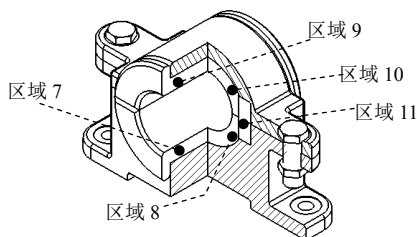
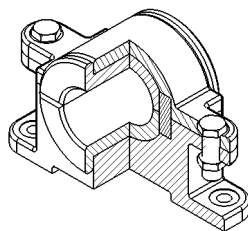

图 4.6.23 添加剖面线（二）
图 4.6.24 添加剖面线（三）
对象,在  文本框中输入剖面线图样比例值为 1,在  文本框中输入角度值为 75.0,结果如图 4.6.23 所示。
(4) 选取图 4.6.23 所示的“区域 7”和“区域 8”为填充对象,在  文本框中输入剖面线图样比例值为 1,在  文本框中输入角度值为 90.0。
(5) 选取图 4.6.23 所示的“区域 9”和“区域 10”为填充对象,在  文本框中输入剖面线图样比例值为 1,在  文本框中输入角度值为 0。
(6) 选取图 4.6.23 所示的“区域 11”为填充对象,在  文本框中输入剖面线图样比例值为 2,在  文本框中输入角度值为 15.0,结果如图 4.6.24 所示。